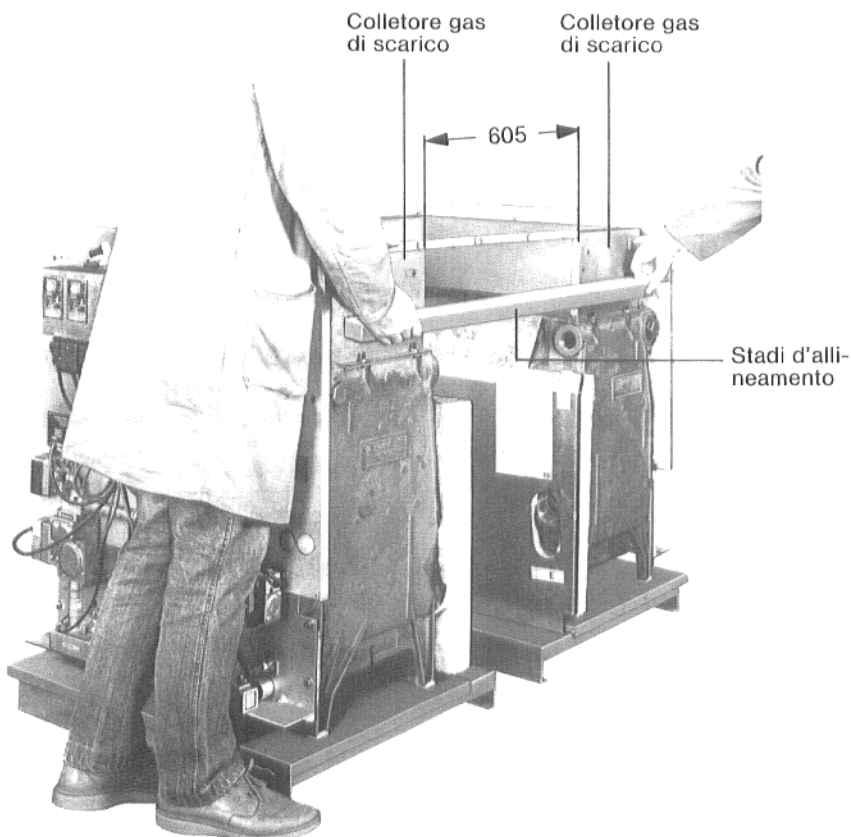

Fig. 6 - Posa in opera di blocchi caldaia
- Posare il secondo blocco, allinearli al primo per mezzo di una stadia, tenuta lateralmente ai collettori dei gas di scarico (vedi Fig. 6).